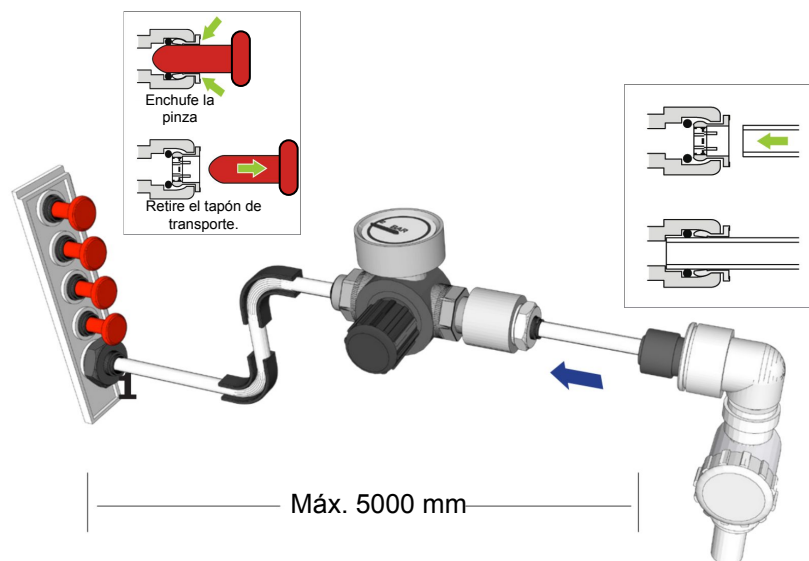

Fig. 1
3. CONECTE el tubo del regulador de presión LA512 al reductor de caudal de 8 mm (suministro de agua potable) (Fig. 1).